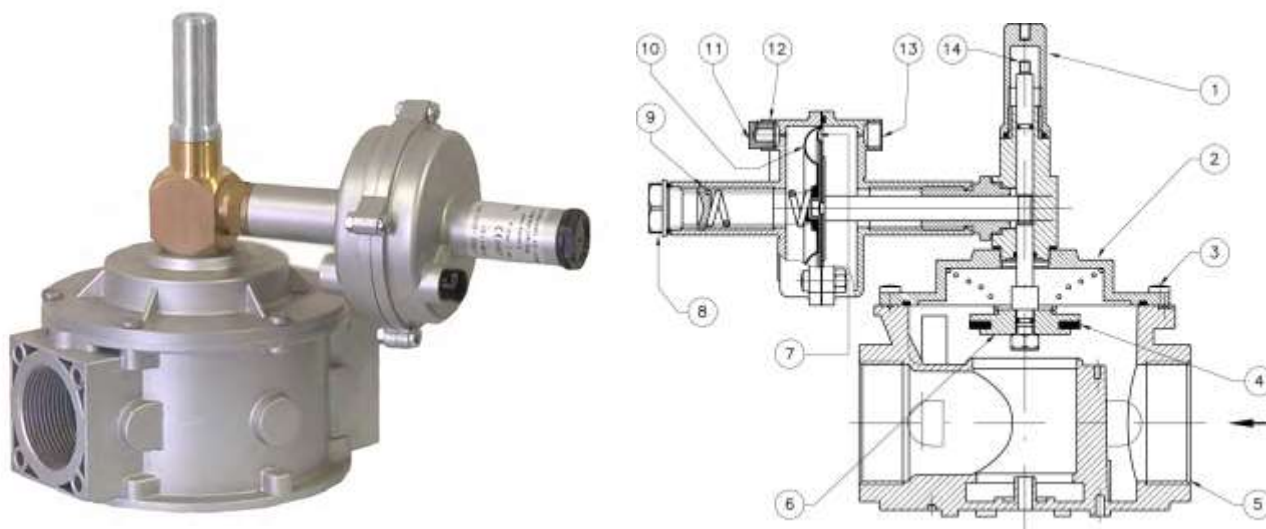

Рис. 1
Клапан (рис. 1) состоит из: рычаг механизма взвода / защитный колпачок (1); крышка (2); винты крепления крышки (3); уплотняющая прокладка (4); корпус (5); затвор (6); рабочая мембрана (7); алюминиевый колпачок (8); регулировочный винт (9); защитная мембрана (10); пылезащитный колпачок (11); отводящий патрубок G 1/4" для вывода наружу (при необходимости) (12); патрубок G 1/4" для подключения к системе после редуктора (13); стержень механизма взвода (14).
В модификациях с соединениями DN 20 ÷ DN 50: (см. рис. 1) отвинтить рычаг механизма взвода (1) и навинтить резьбовое отверстие «А» с ее обратной стороны на стержень механизма взвода (14).